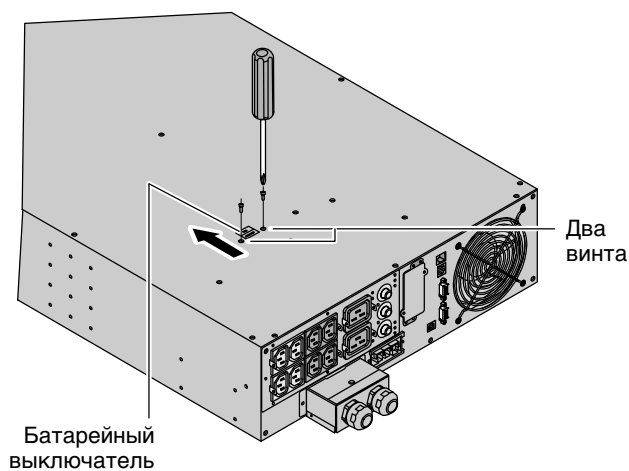

Рисунок 2. Удаление винтов батарейного выключателя
2. Удалите два винта из батарейного выключателя (см. Рисунок 2).